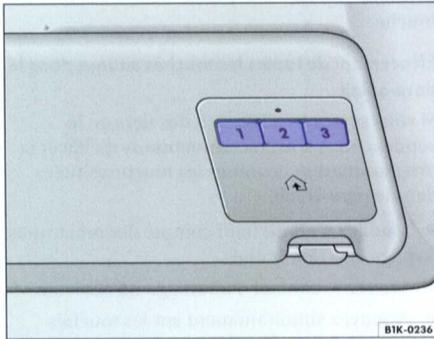

Fig. 33 Unité de commande : touches et module émetteur pour la commande à distance programmable située dans le pare-soleil
Vous pouvez transférer sur les touches ⇒ fig. 33 ①, ② et ③ les fonctions de trois radiocommandes au maximum de certains produits (par ex. les commandes électriques d'un portail ou d'une porte de garage, d'une alarme domestique ou d'installations d'éclairage).
- Appuyez sur les touches ⇒ fig. 33 ① et ③ jusqu'à ce que le témoin situé au-dessus de la touche ② commence à clignoter. Relâchez alors immédiatement les deux touches. Ceci a pour effet d'effacer le réglage effectué en usine. Vous n'avez plus à répéter cette opération pour programmer les autres touches. Si, cependant, vous maintenez ces touches enfoncées plus longtemps, le réglage effectué en usine est rétabli. Vous devez alors recommencer depuis le début.
- Maintenez la radiocommande du produit (par ex. la télécommande d'une porte de garage) à environ 0 à 30 cm des touches situées dans le pare-soleil ⇒ fig. 33.
- Appuyez sur la touche souhaitée de la radiocommande du produit et maintenez-la enfoncée en même temps que la touche ①, ② ou ③ jusqu'à ce que le témoin situé au-dessus de la touche ② se mette à clignoter lentement, puis rapidement.
- Appuyez sur la touche correspondante dans l'unité de commande située dans le pare-soleil ⇒ page 47, fig. 33 pour faire exécuter la fonction souhaitée ⇒ .
- Maintenez la radiocommande du produit (par ex. la télécommande d'une porte de garage) à environ 0 à 30 cm du module émetteur ⇒ page 47, fig. 33.
- Appuyez sur la touche de la radiocommande du produit et maintenez-la enfoncée en même temps que la touche ①, ② ou ③ jusqu'à ce que le témoin situé au-dessus de la touche ② se mette à clignoter lentement, puis rapidement.
- Vous devez appuyer sur la touche ⇒ page 47, fig. 33 ①, ② ou ③ au plus tard 30 secondes après avoir appuyé sur la « touche de réglage » du moteur de commande. Appuyez sur la même touche une deuxième fois pour terminer la procédure. Sur certains systèmes, vous devez cependant appuyer une troisième fois sur la touche.
- Appuyez simultanément sur les touches ⇒ page 47, fig. 33 ① et ③ jusqu'à ce que le témoin situé au-dessus de la touche ② commence à clignoter rapidement. Relâchez alors immédiatement les touches. Toutes les programmations sont effacées.